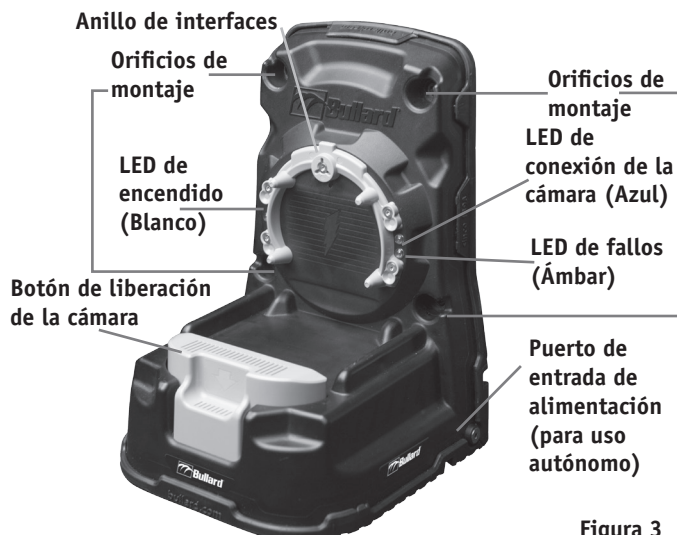

Figura 3
Para instalar el cargador de montaje en un vehículo, seleccione un lugar conveniente en orientación vertical u horizontal. Deje suficiente espacio sobre el cargador para la instalación de la cámara, y también debajo (por si se alojan accesorios adicionales) y frente al cargador para la retirada y reinstalación de la cámara (**Figura 3**). El cargador incluye una plantilla de montaje como referencia para los requisitos de espacio libre y la separación de los orificios de montaje. Monte el cargador usando los (4) tornillos hexagonales autorroscantes de 5/16" incluidos. Para este tipo de tornillo no se requiere taladrar orificios.
La primera vez que encienda el cargador (mediante conexión cableada a un vehículo o a través del adaptador de alimentación CA opcional), los tres indicadores LED se iluminarán brevemente en un ciclo de comprobación de indicadores. A continuación, el LED BLANCO permanecerá encendido. Esto indica que la unidad del cargador está encendida y lista para el uso (Figura 3).